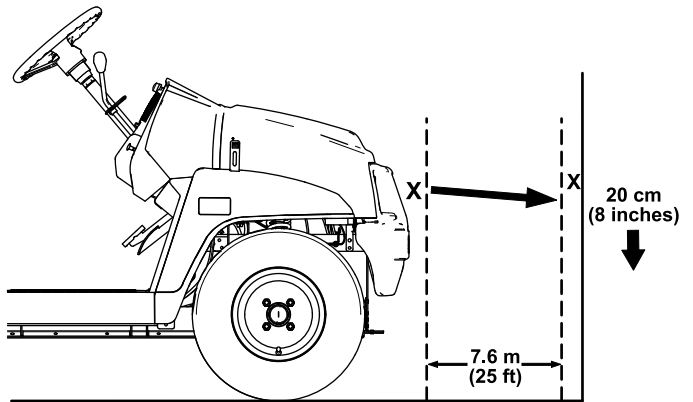

図 43
1. 平らな場所で、ヘッドライトを壁に向け、ライトと壁の距離が 7.6 m 程度になるように駐車する 図 43。
ヘッドライトのビームの最も明るい部分が、壁に付けた印の約 20 cm 下を照らしていればよい 図 43。